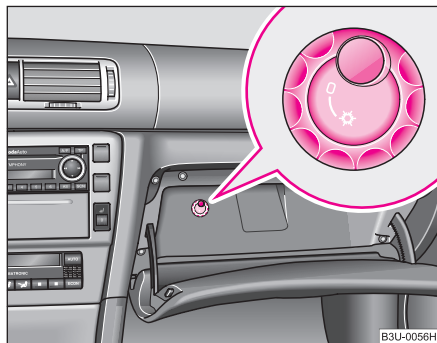

Fig. 95 Torpedoul: Comutator rotativ pentru răcire
- Porniți, respectiv opriți răcirea de la întrerupătorul ⇒ fig. 95.